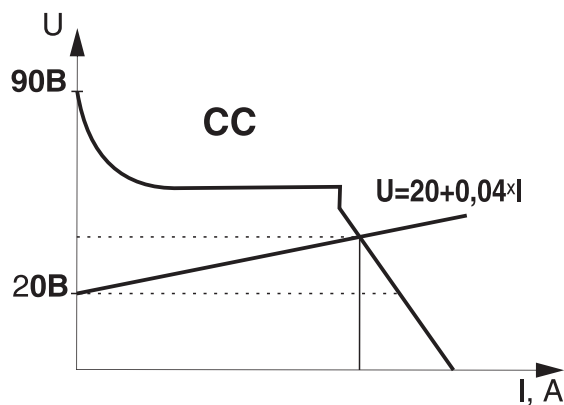

рис.2.2
- ② Разъем сварочного кабеля « - ».
- ③ Узел строповочный
- ④ Ввод питания сети 380В
- ⑤ Разъем кабеля управления
- ⑥ Автоматический выключатель
- ⑦ Предохранитель системы управления ИП
- ⑧ Предохранитель системы управления трактора
- ⑨ Разъем сварочного кабеля « + ».
- ⑩ Решетка вентилятора
- ⑪ Болт заземления
На рис.2.2. представлена падающая (CC) внешняя характеристика источника питания, применяемая при ручной дуговой сварке покрытыми электродами и автоматической дуговой сварке под флюсом.